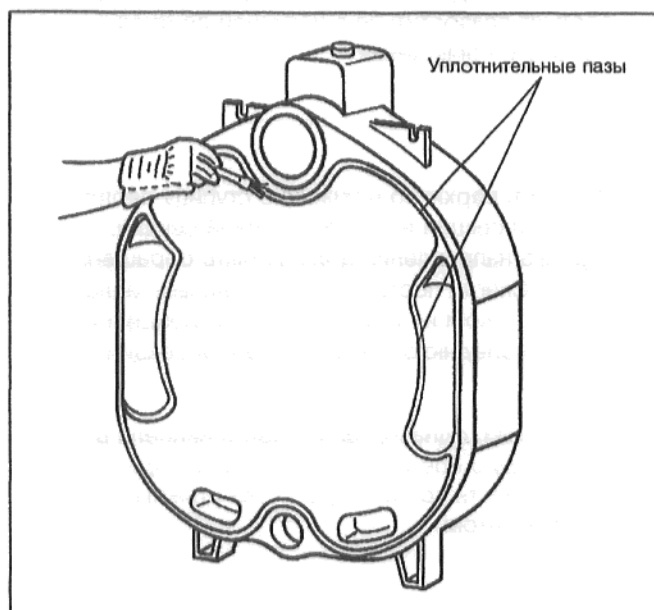

Рис. 10
- 0 Уплотнительные пазы очистить при помощи наждачной шкурки и ветоши (Рис. 10).
- Смазать уплотнительные пазы адгезионным составом (праймером) (Рис. 10).